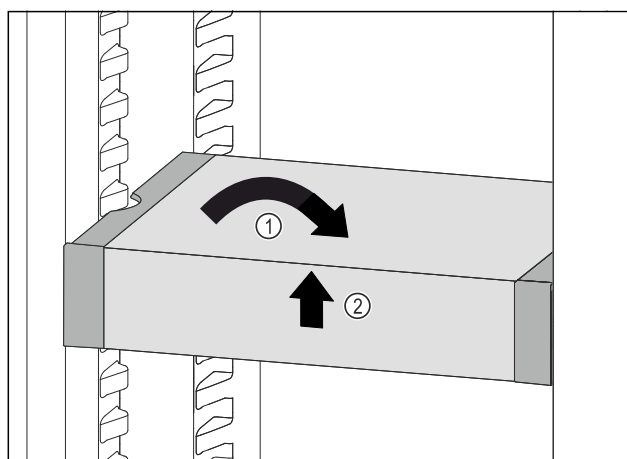

Fig. 128
- Collocare VarioSafe in maniera dritta. Fig. 128 (1)
- Sollevare VarioSafe dal lato anteriore. Fig. 128 (2)